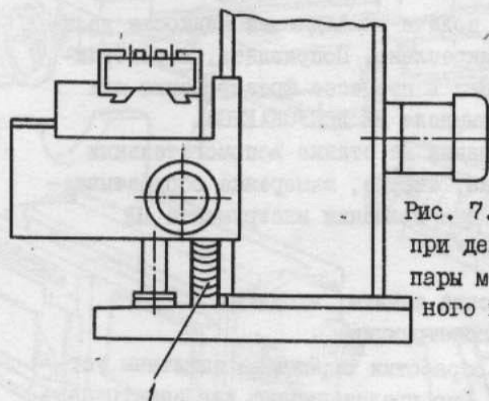

Рис. 7. Упор под консоль при демонтаже винтовой пары механизма вертикального перемещения стола
4.2.4. При демонтаже винтовой пары механизма вертикального перемещения стола под консоль, во избежание ее падения, следует подвести упор I (рис.7).